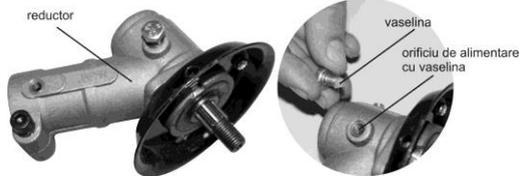

Fig. 1
6. Le réducteur de la tête faucheuse est rempli de vaseline graphitée, le niveau indiqué étant donné par la vaseline sur le vis dans la zone d'alimentation conformément à la modalité d'installation présenté ci-dessous conformément à la figure 1.